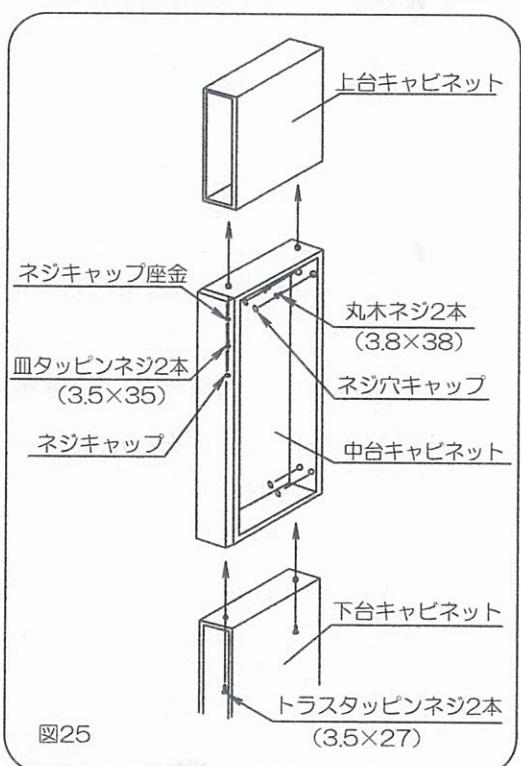

図25
(図25)
6)中台キャビネットに上台キャビネットをのせ、両キャビネットの前面側面を合わせ中台の天板に加工した下穴からネジ(皿タッピンネジ3.5×35)にネジキャップ座金を通して連結してください。(図25)
7)ネジキャップ座金にネジキャップをはめ込んでください。(図25)
1)所定の位置にキャビネットを設置し、中台キャビネットの後板上方の壁面取付け用下穴よりネジ(丸木ネジ3.8×38)2本で桟木に固定してください。(図25)
2)中台キャビネットの後板の壁面取付け用下穴にネジ穴キャップをはめ込んでください。(図25)